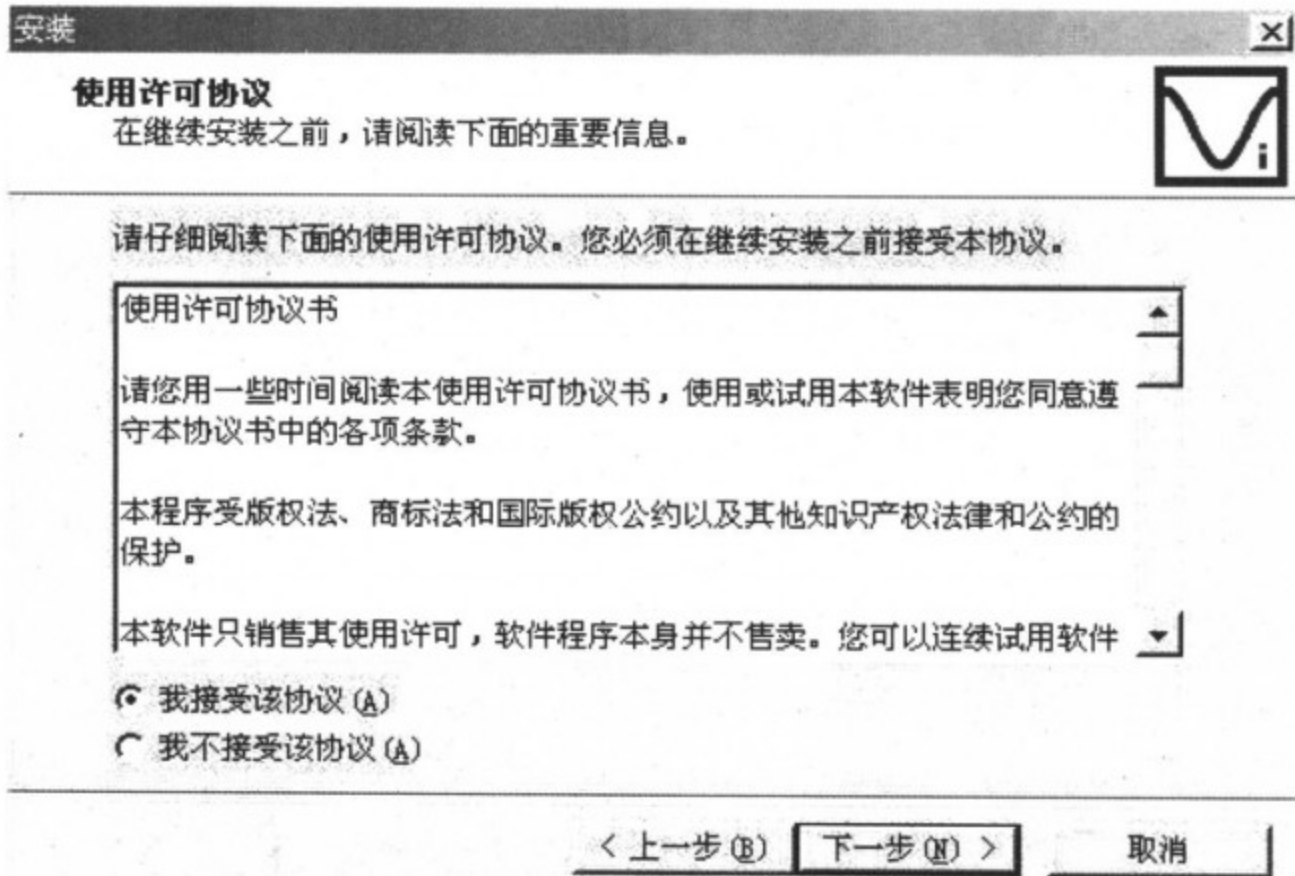

图 8-25 安装许可协议
(2)安装许可协议。点击下一步,出现安装许可协议,如图 8-25 所示。